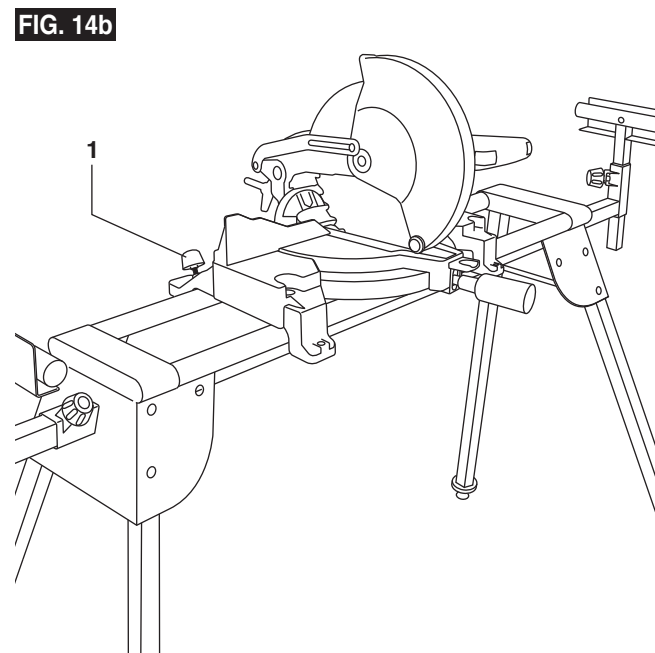

FIG. 14b
4. Lower the saw to allow the front edge of the saw base to seat fully over the front rail, figure 14b.
5. Check position and adjust, if necessary, to make sure the weight of the saw is evenly balanced over the rails as shown in figure 14b.
4. Abaissez la scie afin de permettre au bord avant de la base de la scie de reposer complètement au-dessus du rail avant (Figure 14b).
5. Vérifiez la position et effectuez un réglage si besoin est pour vous assurer que le poids de la scie est équilibré uniformément au-dessus des rails comme illustré à la Figure 14b.